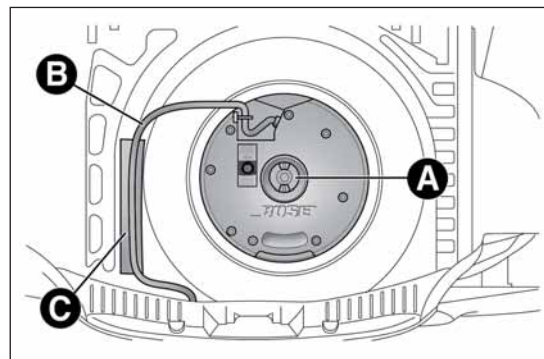

fig. 123
- svita il dispositivo di bloccaggio A fig. 123, solleva il Subwoofer e successivamente rimuovi il cavo di collegamento B dal velcro C;
- appoggia il cavo B fig. 123 al velcro C per evitare di pizzicarlo;